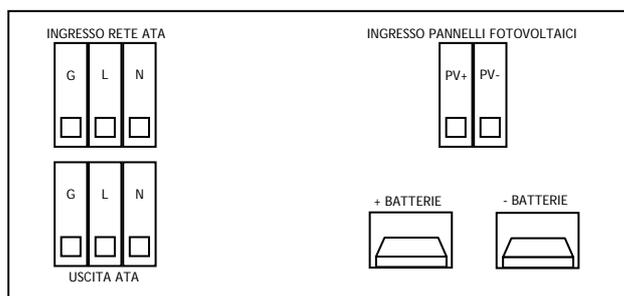

Figura 4 - Installazione e Connessioni ATA
1. Collegare la linea d'Ingresso dell'ATA alla rete di alimentazione elettrica che deve avere obbligatoriamente una connessione a terra secondo le norme vigenti. Verificare accuratamente il collegamento a terra della rete d'alimentazione elettrica. Per la sicurezza degli operatori, occorre installare un interruttore di protezione differenziale (consigliato di valore pari a 300mA) tra la rete di alimentazione elettrica e la linea d'ingresso dell'ATA (vedi figura 4).
2. Collegare la linea di pannelli fotovoltaici all'ATA (vedi figura 4). E' necessario porre attenzione nel collegare i pannelli in modo tale da rispettare le specifiche riportate al capitolo "Caratteristiche Tecniche".
3. Collegare i dispositivi da alimentare all'Uscita dell'ATA. Assicurarsi che tutti i dispositivi collegati siano spenti. Per la sicurezza degli operatori, occorre installare un interruttore di protezione differenziale di valore pari a 30mA tra la linea d'uscita dell'ATA e i dispositivi da alimentare (vedi figura 4).